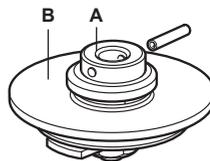

Fig. 4 Modèle DN125
- (Voir Figure 4) Le clapet de pré-levage (A) agit comme un clapet-pilote et s'ouvre en premier, permettant ainsi au fluide de passer de l'autre côté. La pression différentielle diminue ensuite à travers la vanne - permettant au clapet de la vanne principale (B) d'être facilement levée de son siège. Pour aider à la fermeture de la vanne, le fluide doit entrer par le côté soufflet, ce qui est l'inverse d'une installation normale.